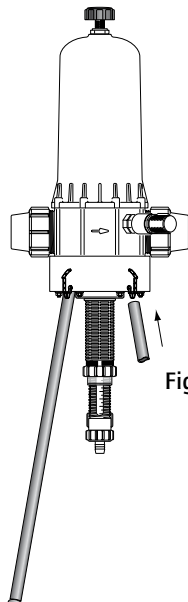

Fig. 1
- Introduire les pieds dans les orifices prévus à cet effet (**Fig. 1**).